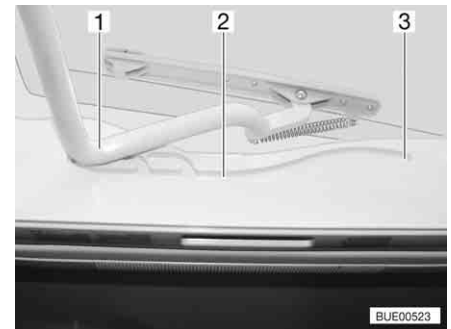

Fig. 85 Oblò Heki, guida
- Tirare la staffa (Fig. 85,1) nelle guide (Fig. 85,2) fino alla posizione più all'indietro (Fig. 85,3).
- Spingere la staffa (Fig. 85,1) leggermente verso l'alto con ambedue le mani.
- Tirare la staffa nelle guide (Fig. 85,2) fino alla posizione desiderata.